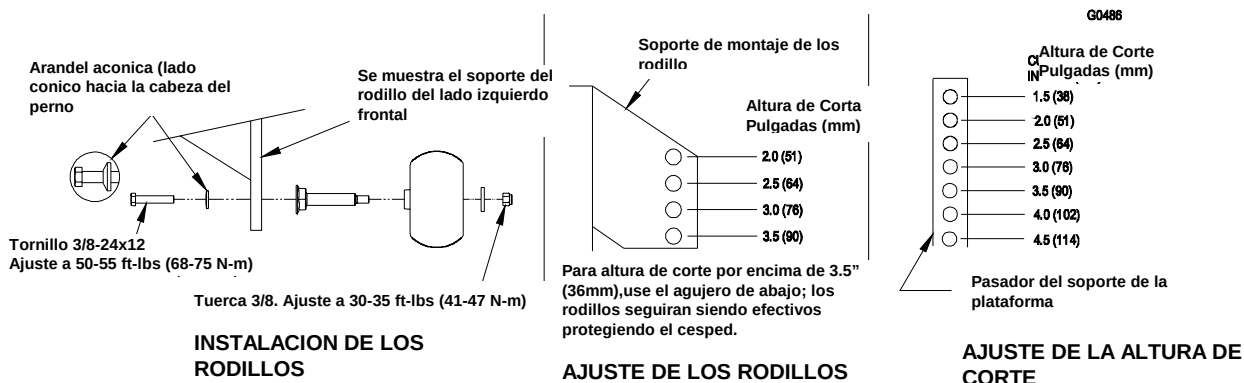

FIGURA 7
están disponibles dos tipos de rodillos anti raleos. Vea figura 7 para determinar de cual tipo ha sido instalado en la unidad. Apriete las tuercas y pernos a la torsión indicada o podría perder los rodillos.
- d) Cuando opere en terrenos extremadamente escabroso, podría ser necesario ajustar los rodillos uno o dos agujeros más arriba de lo descrito en la sección c), para prevenir daños a los rodillos y/o falla del perno. Vea figura 7.